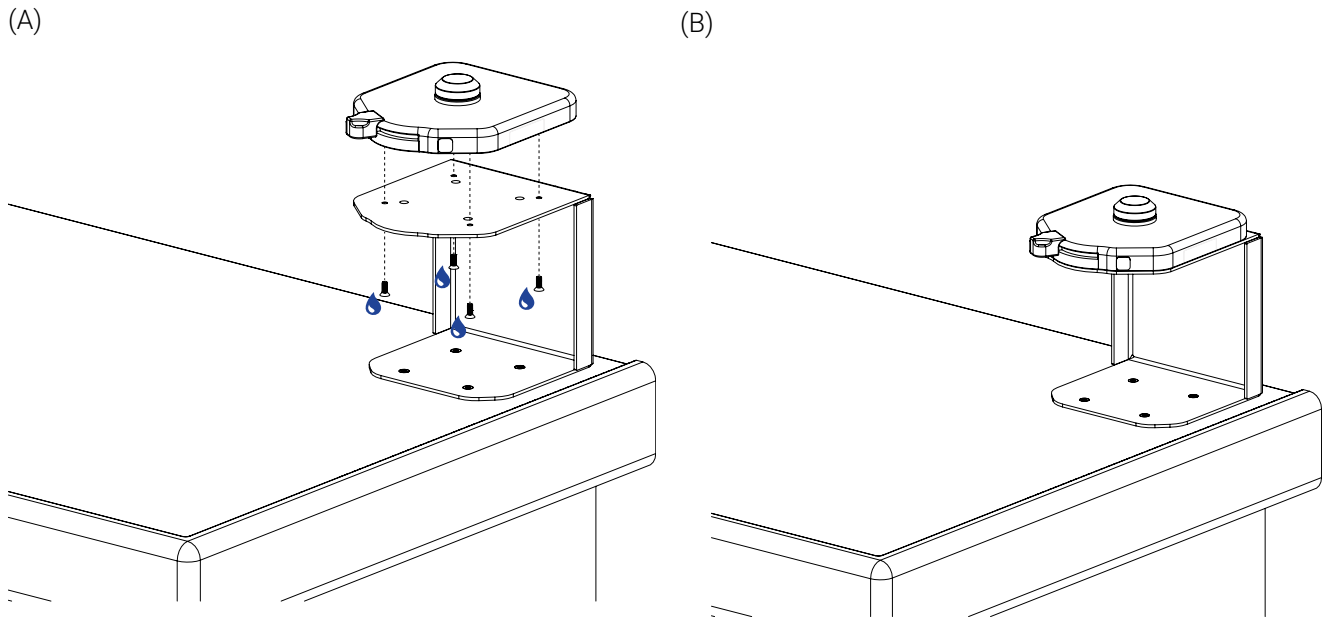

Figure 16: Installation de la Base de Fixation Universelle sur la Tablette adaptatrice Flex
- Aligner et placer la Base de Fixation Universelle sur le dessus de la plaque supérieure de la Tablette adaptatrice Flex, puis serrer en croix les quatre (4) vis à tête plate 10-32 po X 1/2 po L enduits d'adhésif frein-filet de force moyenne (🔩) par le dessous de la plaque à l'aide d'un tournevis à tête Phillips #2 (Figure 16).